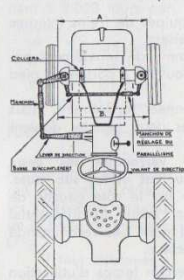

Fig. 10
- 2° Visser les manchons de la barre de direction et de la barre d'accouplement, après avoir pris soin de débloquent les écrous de blocage, jusqu'à ce que les roues soient parallèles, avec seulement, un peu de pincement, c'est-à-dire, que l'avant des roues doit être un peu plus serré que l'arrière des roues « A » doit être légèrement plus faible que « B » (4 m/m environ) (Voir fig. 10).